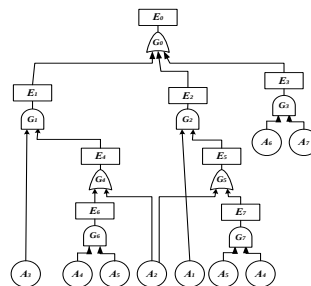

Рис. 1
- Построить структурную надежность схему, используя дерево событий, представленное на рис. 1.